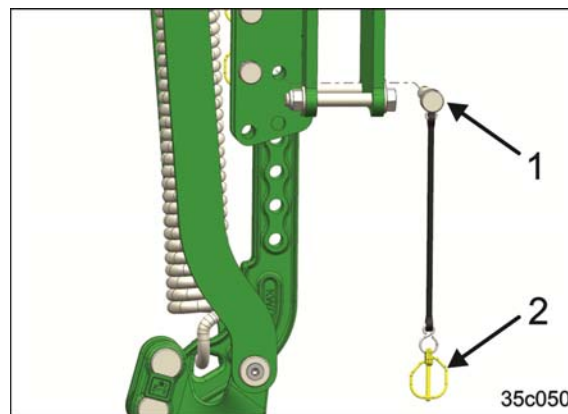

Fig. 123
1. Fjern splitten (Fig. 123/2).
3. Fjern sikringsbolten (Fig. 123/1).
4. Anbring traktor-sporløsneren i den ønskede position med det indstøbte håndtag, og fastgør med sikringsbolten (Fig. 123/1).
5. Sørg for at sikre sikringsbolten med en ringsplit (Fig. 123/2).
4. Tag traktor-sporløsneren ud af traktor-sporløsnerholderen (Fig. 123/3) med det indstøbte håndtag.
- Anbring traktor-sporløsneren i den ønskede position med det indstøbte håndtag (Fig. 123/3).